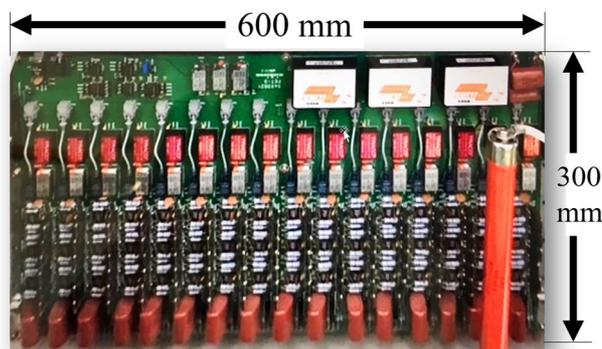

Figure 1: Pulsed power supply for the extraction of ion-beam.
負水素イオン源は J-PARC の加速器群の先端に位置し 50 keV の負水素イオンビームを作る。ビームの作り方は、①プラズマ生成部に水素ガスを入れる。②30 MHz の連続波で低密度プラズマを生成し、ビーム引き出しのタイミングで 2 MHz のパルス波による高密度プラズマを生成する。③プラズマ生成部に高電圧を印加してプラズマからビームを引き出す。イオン源加速部はイオン源から生成されたパルス陽子ビームを Figure 1 の装置により目的のタイミングで引き出す。本論文では最先端の 13 kV 級 SiC-MOSFET を用いて既存の引き出し電源を小型化、高性能化した一例を紹介する[2]。